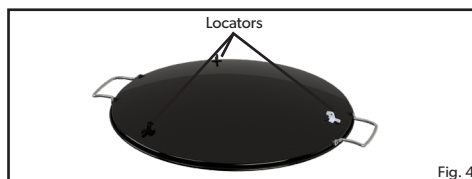

Fig. 4
- Pour préparer le Skottel Braai pour l'utiliser, placez-le sur le plateau du brûleur (F) de manière à ce que les trois repères (V) (Fig. 4) correspondent parfaitement avec le rebord sur la circonférence du plateau du brûleur (F), garantissant ainsi une installation stable.